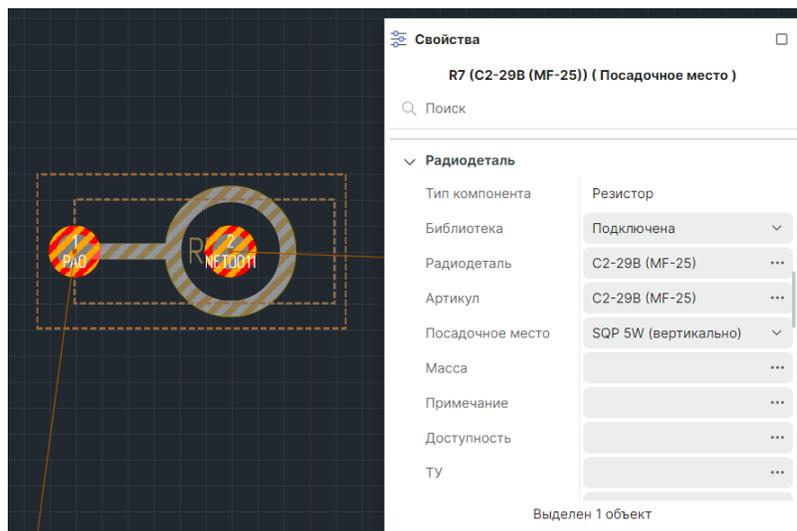

Рис. 169 Измененное посадочное место
2. Посадочное место компонента будет изменено, см. Рис. 169.